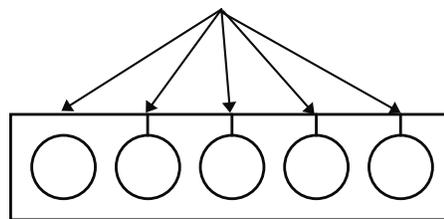

Figura 3-13
8. Antes de la instalación, se debe cortar un lado de los espaciadores con un par de tijeras. Consulte la figura 3-13 para ver los lugares correctos donde se debe cortar.